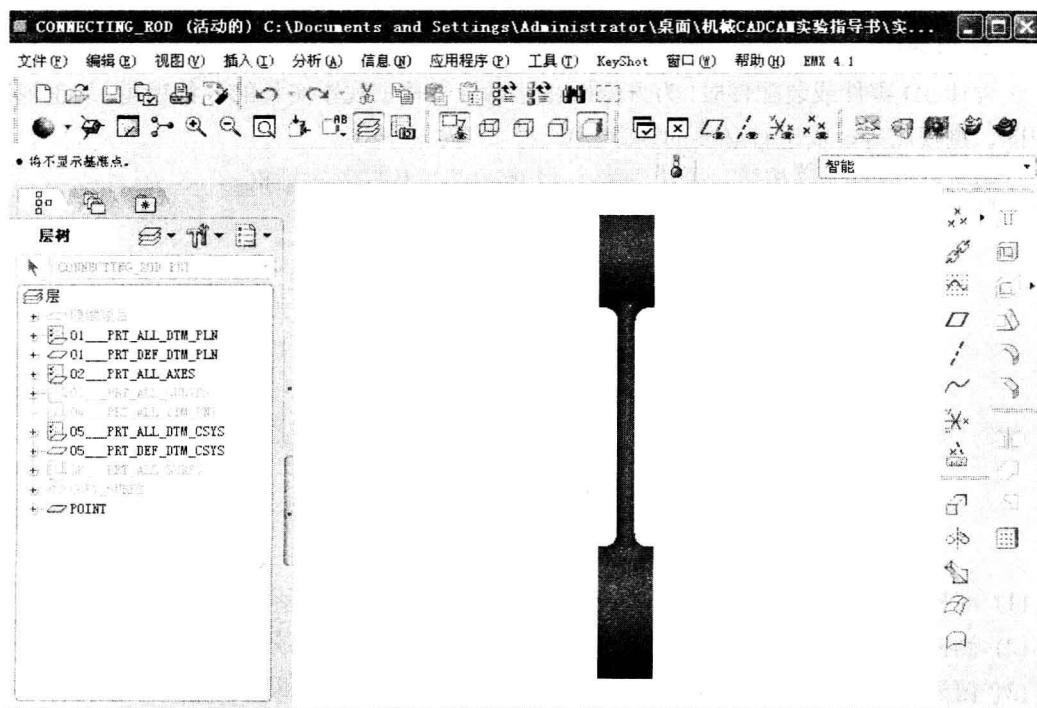

图 1-16 侧视图
- (2) 侧视图：点击视角控制对话框中的 **【RIGHT】**，模型显示效果如图 1-16 所示。